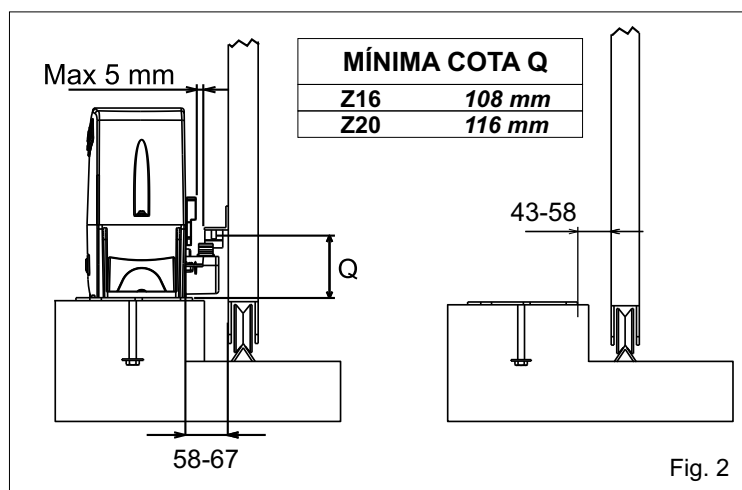

Fig. 2
2.3. Antes de cementar la placa de anclaje asegurarse que la misma resulte perfectamente horizontal y que sea respetada la medida de 50 - 55 mm indicada en Fig. 2.
4.2. Fijar el motoreductor a la placa de fundacion mediante los dos dados en dotacion regulando la posicion lateral (Fig. 5) para respetar las medidas citadas en la figura (Fig. 2).